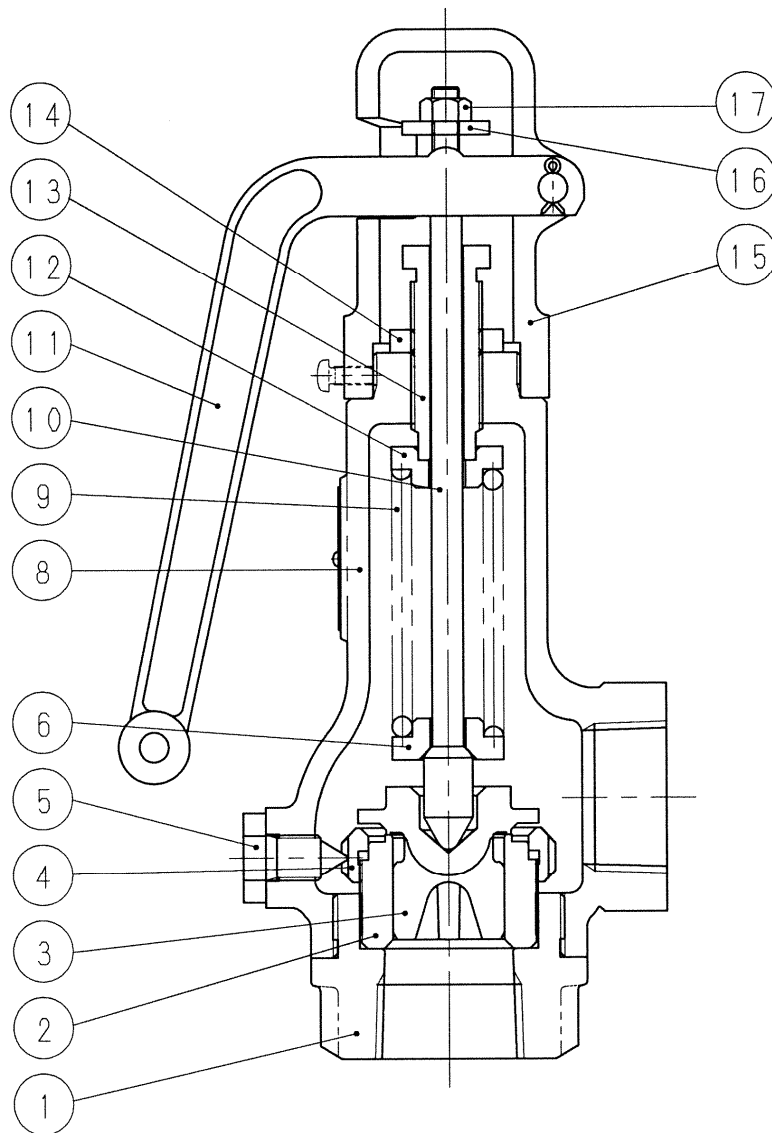

図2 構造図
- 調整後は、いずれの場合も調節ねじ用ナット(14)を忘れずに締め付けてください。(図2参照)
3. 分解 (図2参照)